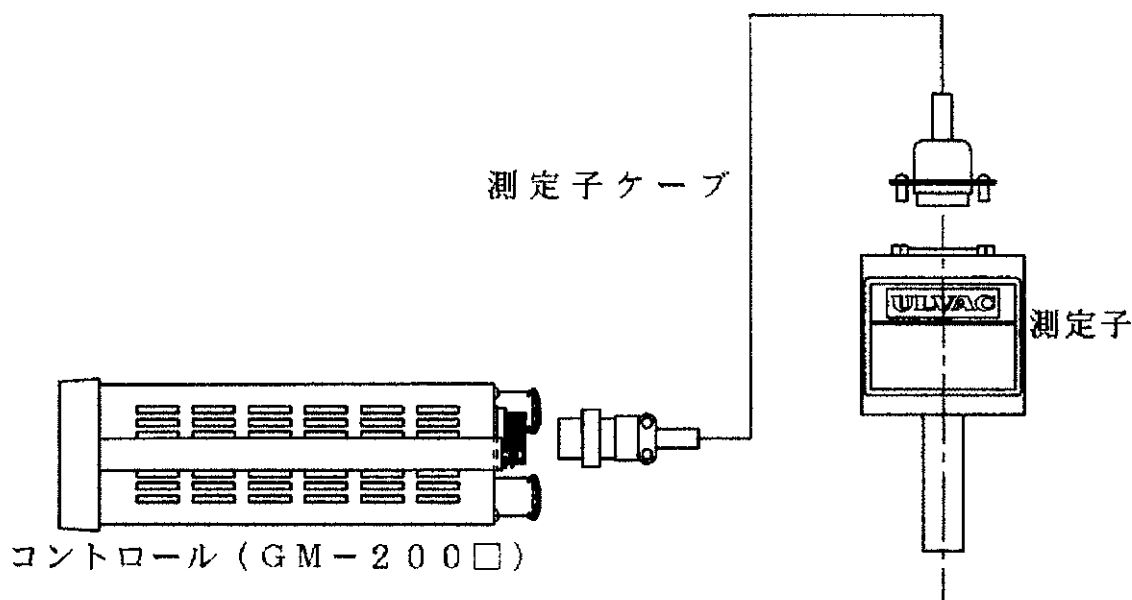

Fig. 5-3 GM-200□接続図
《Fig. 5-3 GM-200口接続図》 参照
- 1) 測定子、計測部、測定子ケーブルおよび、GM-200□の接続を《Fig. 5-3 GM-200□接続図》の様に行って下さい。